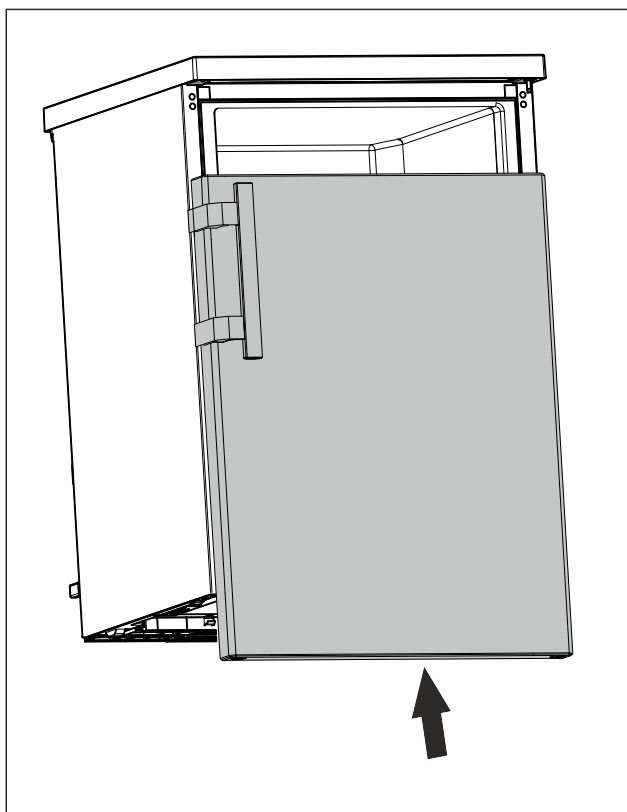

Fig. 16
- ▶ Pomičite zatvorena vrata do gornjeg svornjaka. (pogledajte Fig. 16)